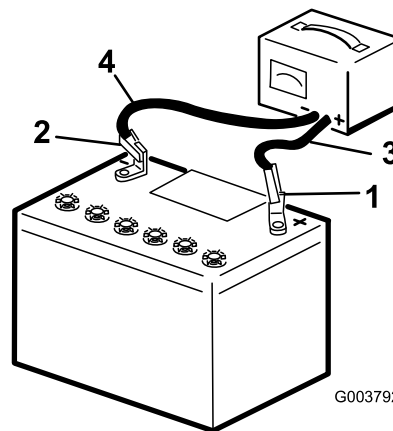

Рисунок 39
2. Заряжайте аккумулятор в течение 10-15 минут током 25-30 Ампер, или 30 минут током 4-6 Ампер (Рисунок 39). Не допускайте избыточного заряда аккумулятора.
3. После полной зарядки аккумулятора отсоедините зарядное устройство от электророзетки, а затем отсоедините провода зарядного устройства от штырей аккумулятора (Рисунок 39).